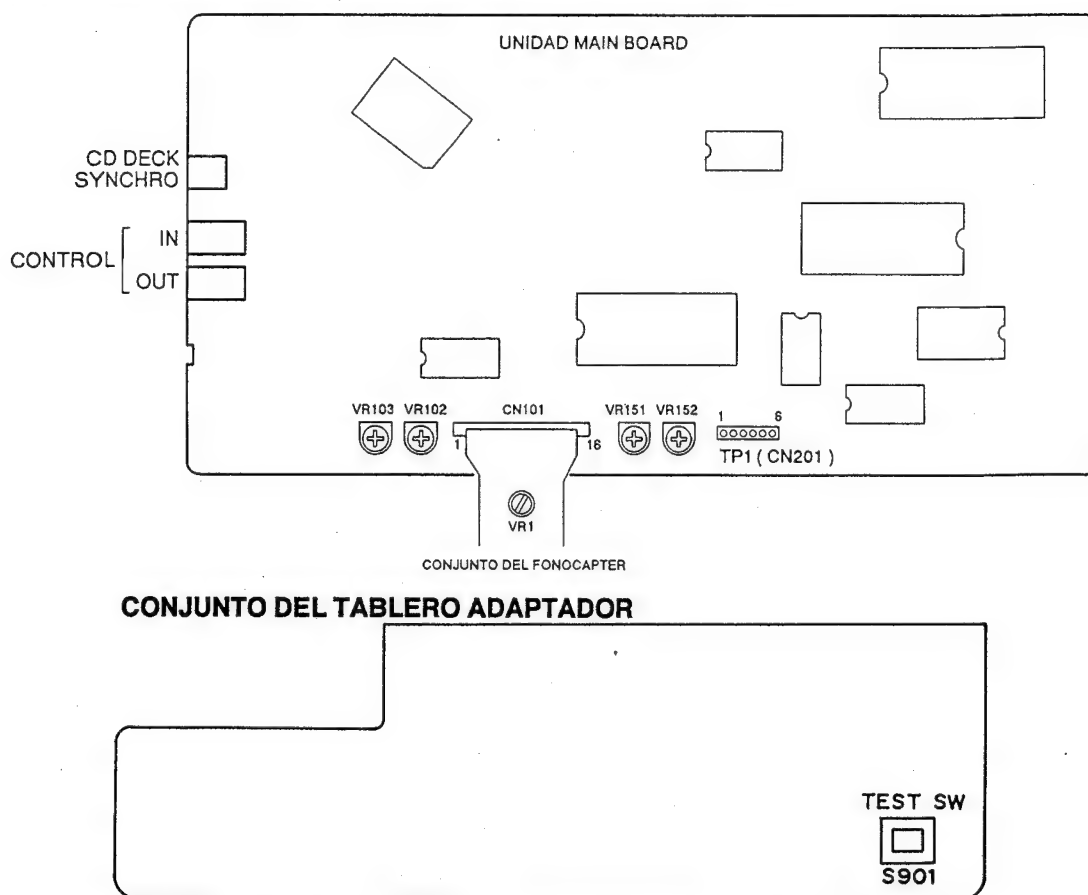

Figura 1 Lugares de Ajuste
2. Ponga la tecla TEST (S901). (Consulte la figura 1.)